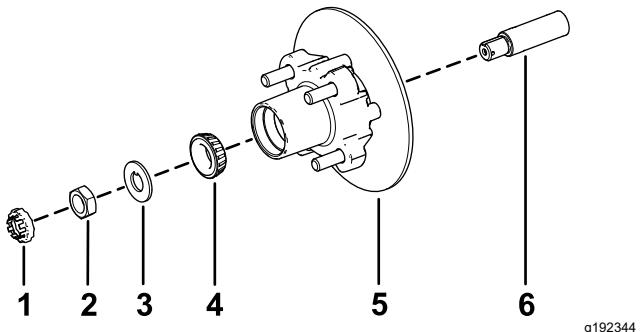

Figura 42
1. Aplique uma leve camada do lubrificante especificado no eixo (Figura 42).
2. Monte o cubo e o rotor no eixo com o rotor interior (Figura 42).
3. Monte o rolamento exterior no eixo e coloque o rolamento na correia exterior (Figura 42).
4. Monte a anilha com patilha no eixo (Figura 42).
5. Enrosque a porca do eixo no eixo e aperte a porca com $15 \text{ N}\cdot\text{m}$, enquanto roda o cubo para assentar o rolamento (Figura 42).
2. Alinhe as pastilhas dos travões com cada lado do rotor (Figura 38) e os orifícios no suporte da pinça com os orifícios na montagem dos travões da estrutura do eixo (Figura 42).